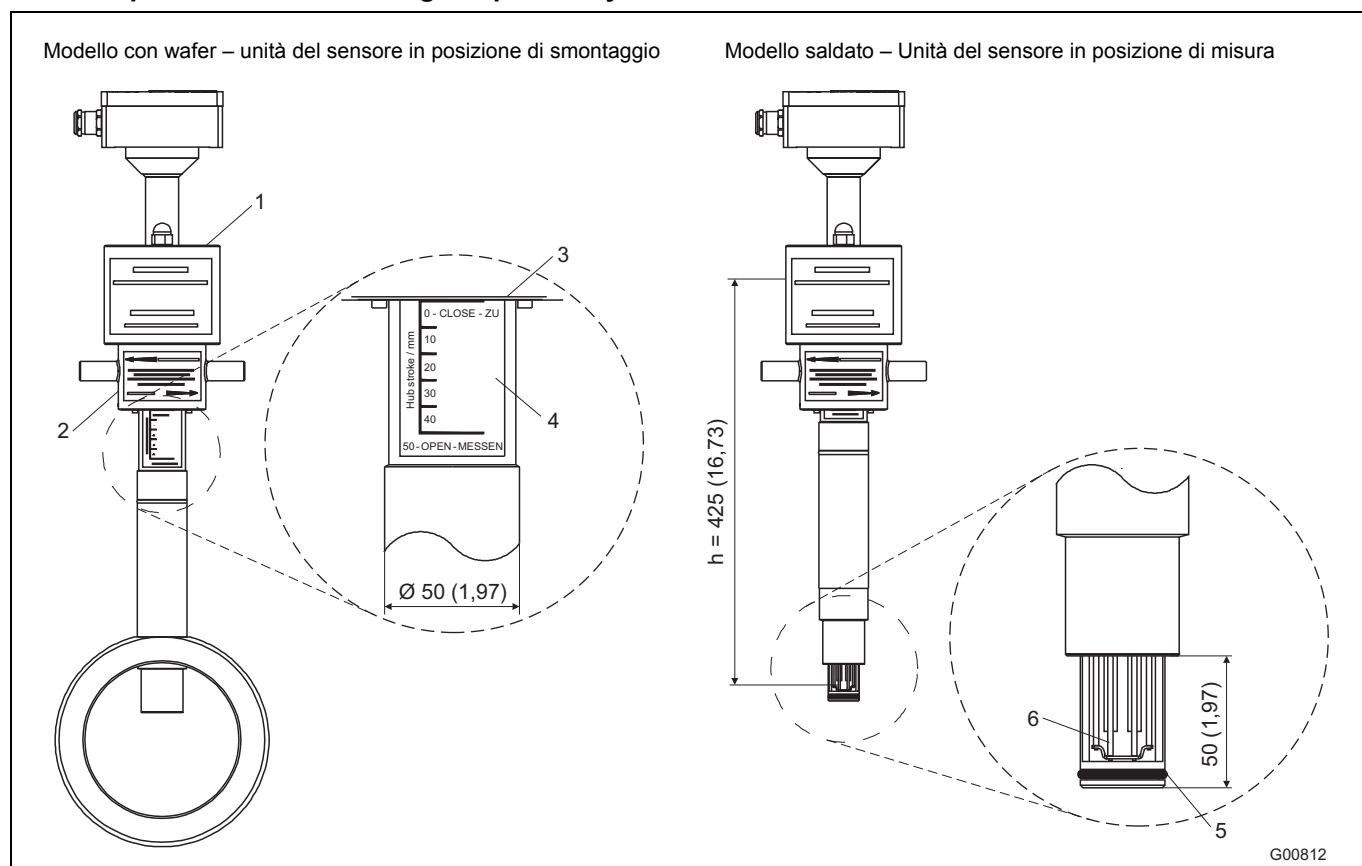
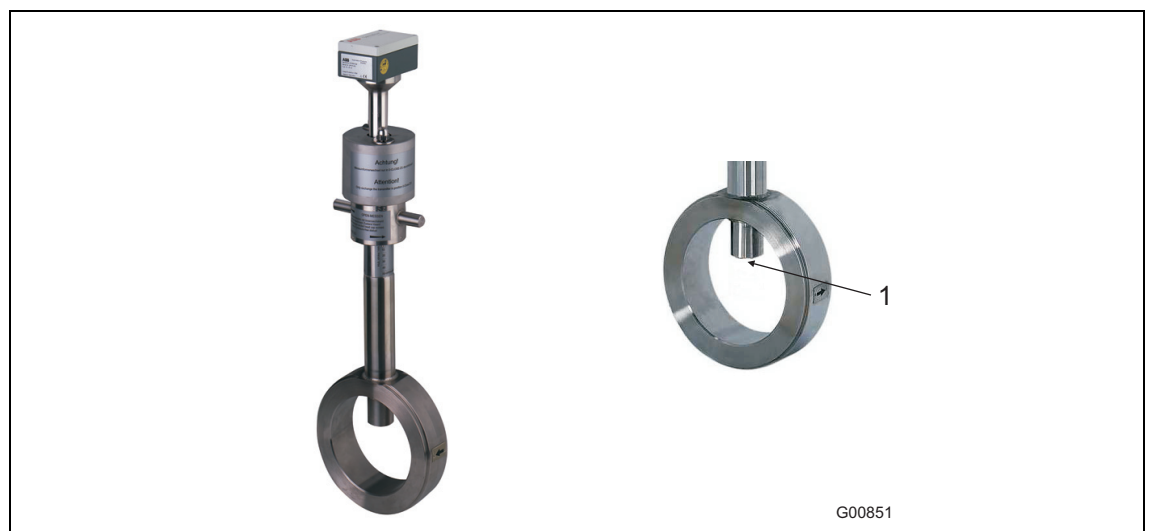
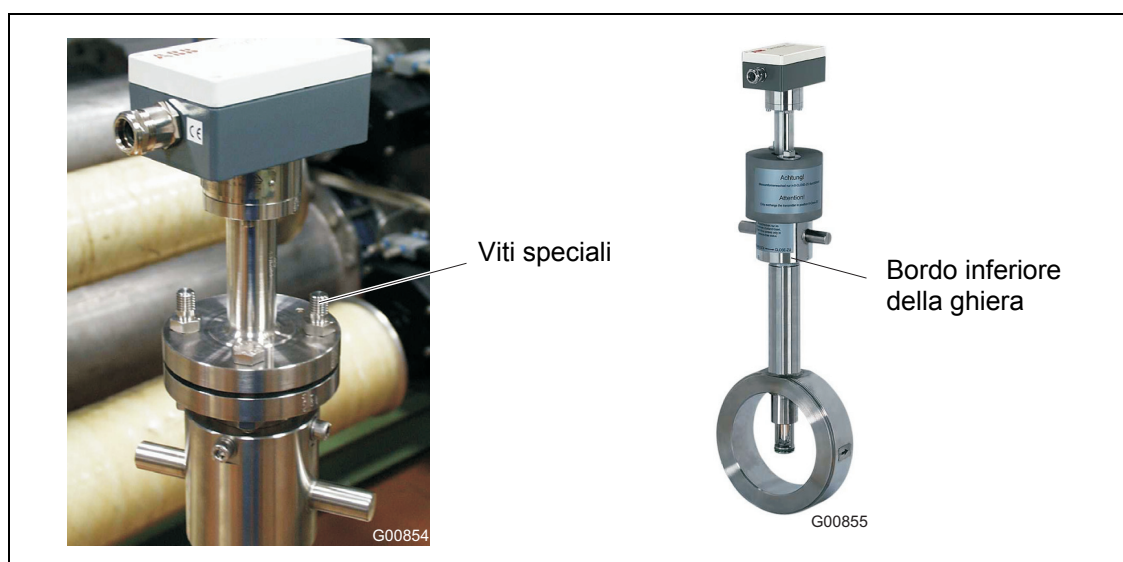

Fig. 6 - Dimensioni in mm (inch)
Fig. 8 - Dispositivo di cambio in posizione di smontaggio
Fig. 11 - Viti speciali per calotte di protezione
- 1 Dopo la saldatura, l'adattatore a saldare deve avere la lunghezza L (vedere fig. 7 e fig. 8)
Il dispositivo di cambio è dimensionato per pressioni massime di 16 bar abs. Per garantire l'intercambiabilità con i tubi standard di forma 1, la versione con wafer (Fig. 8) è predisposta per flange DIN DN 50 e DN 80 e livello di pressione PN 40. Nel modello DN 65 nel livello di pressione PN 16 si devono utilizzare flange di collegamento con 4 fori delle viti. I modelli in pollici 2 ... 8" sono dimensionati per flange di collegamento ASME B16.5 Cl.150. Lunghezze adatte del sensore di misura: vedere Fig. 6.
La Fig. 8 (a sinistra) illustra la versione con wafer montata del dispositivo di cambio in posizione di smontaggio. Il tubo di guida si trova in posizione finale superiore, tappando l'apertura del Sensyflow (a destra).
- Il trasduttore di misura deve trovarsi in posizione di smontaggio (Fig. 8); l'apertura del Sensyflow è ermetizzata.
- Inserire il trasduttore di misura nel dispositivo di cambio ed avvitare (montare le 2 viti M12 e le 2 viti speciali prolungate a due a due opposte [Fig. 11]).
- Applicare le calotte di protezione e fissare mediante dadi sulle viti speciali (Fig. 11).
- Ruotare il trasduttore di misura mediante la ghiera portandolo in posizione di misura (Fig. 11). Il bordo inferiore della ghiera indica la posizione dell'elemento di misura. Solo al raggiungimento della posizione di misura 50 - OPEN - MISURA (battuta inferiore della ghiera) gli elementi di misura si trovano al centro della tubazione e possono fornire valori precisi (vedere il dettaglio A di Fig. 6).
- Ruotare il dispositivo di cambio in posizione di smontaggio mediante la ghiera (battuta superiore della ghiera, la scritta 0 - CLOSE - CHIUSO deve essere visibile (vedere il dettaglio A di Fig. 6).